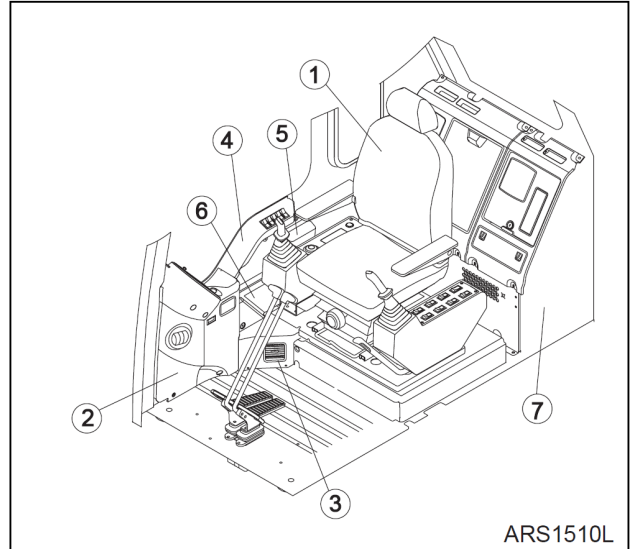

Рис. 2
13. Снимите сиденье оператора (1, рис. 2).
14. Снять заглушки каналов (2, 3 и 4, рис. 2). При снятии заглушки (2) отсоединить разъемы счетчика моточасов и прикуривателя. Перед снятием заглушки (4) отсоединить главный разъем электропроводки.
15. Перед снятием боковой панели (6, рис. 2) снять карман (5, рис. 2).
23. Отсоединить провод заземления кабины (7, рис. 2).